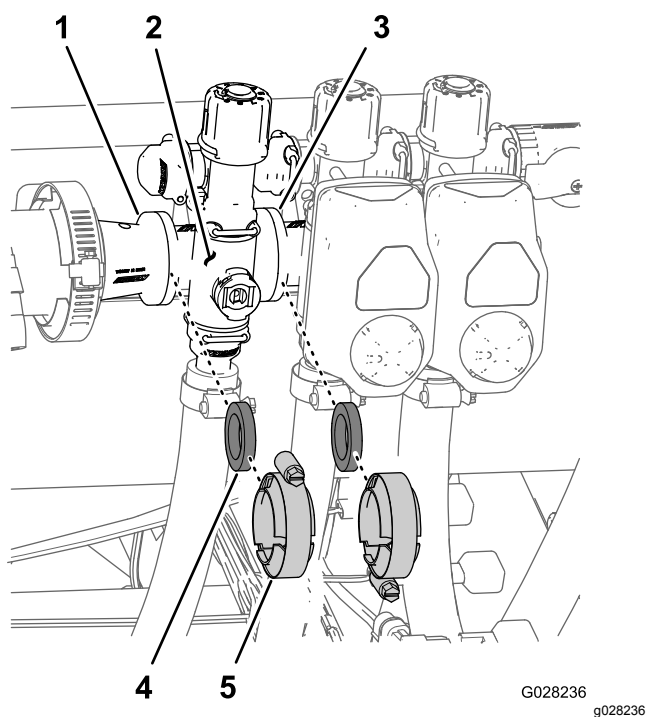

Figura 94
1. Retire las abrazaderas y las juntas que sujetan el distribuidor de la válvula de sección (Figura 94) a la válvula de sección adyacente (si es la válvula de sección de la izquierda, al racor reductor).